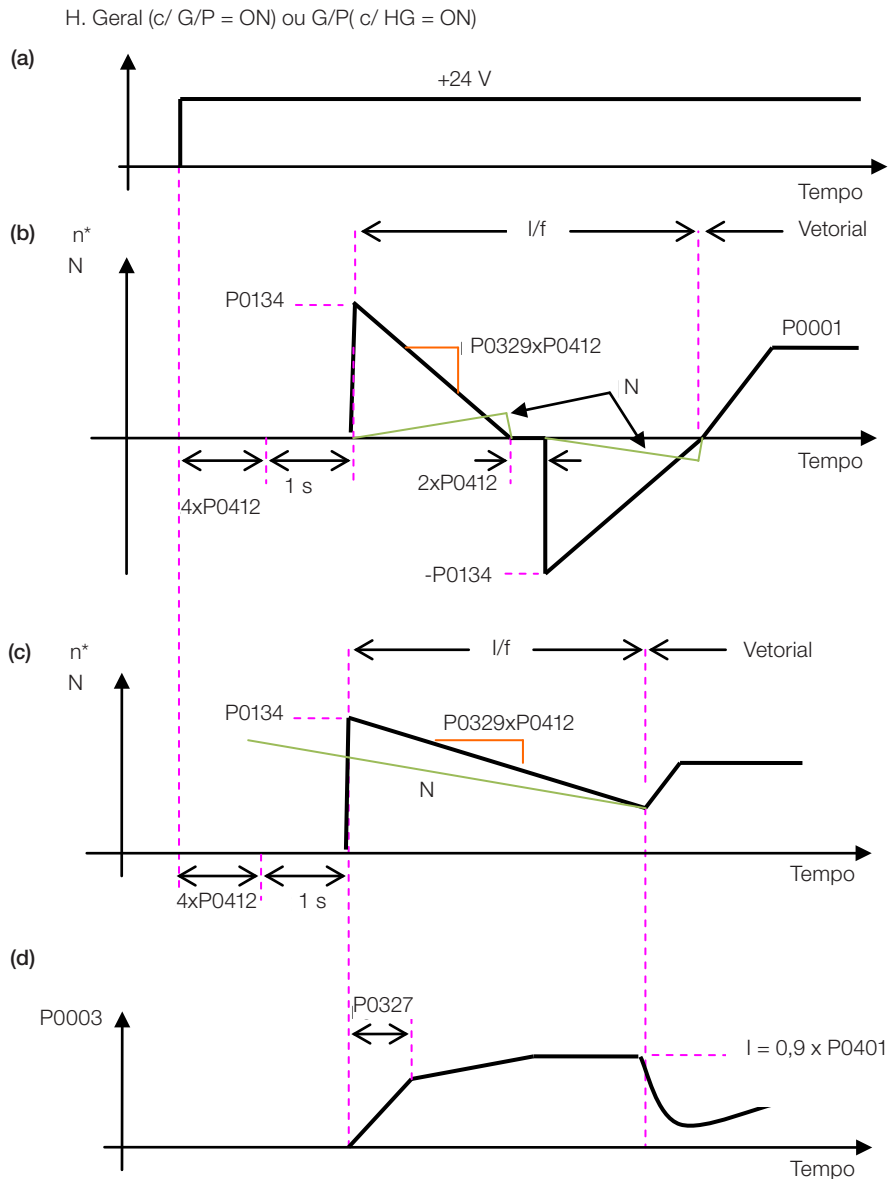

Figura 12.3: (a) a (d) Influência de P0327 e P0329 durante o Flying Start (P0202 = 4)
O comportamento da Função Flying Start (FS) no modo sensorless durante a aceleração e a re-aceleração pode ser compreendido a partir da Figura 12.3 na página 12-8.
Na Figura 12.3 na página 12-8 é apresentado o comportamento da referência de velocidade quando a função FS é iniciada com eixo do motor parado e P0329 pequeno (não otimizado).
A Figura 12.3 na página 12-8 apresenta a referência de velocidade quando a Função FS é iniciada com o eixo do motor girando no sentido desejado ou com o eixo parado e P0329 já otimizado.